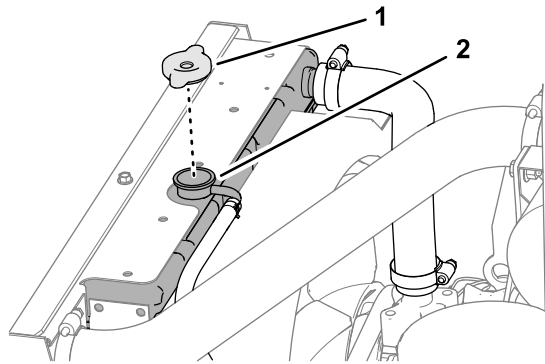

Bild 6
1. Drehen Sie den Kühlerdeckel vom Einfüllstutzen des Kühlers ab (Bild 6).